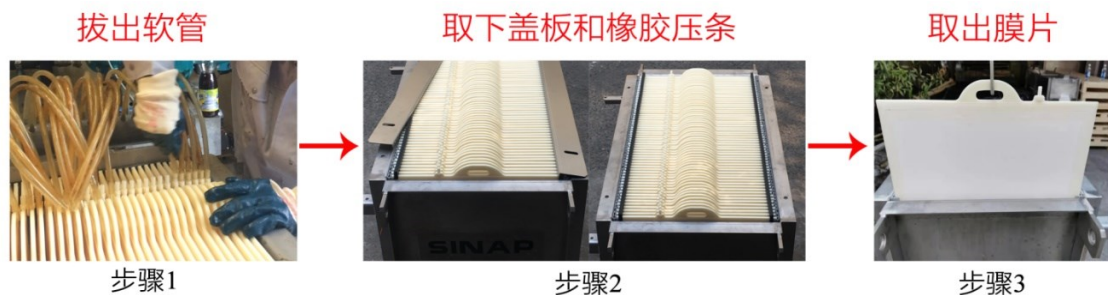

图7 膜元件取出流程
- 2) 逐根拔除与膜元件连接的软管（集水管一侧无需拔下），拆除膜箱顶部的不锈钢盖板，取下橡胶压条；用专业拉钩工具一片一片取出膜元件（取出时，注意不要划破膜表面）见图7。